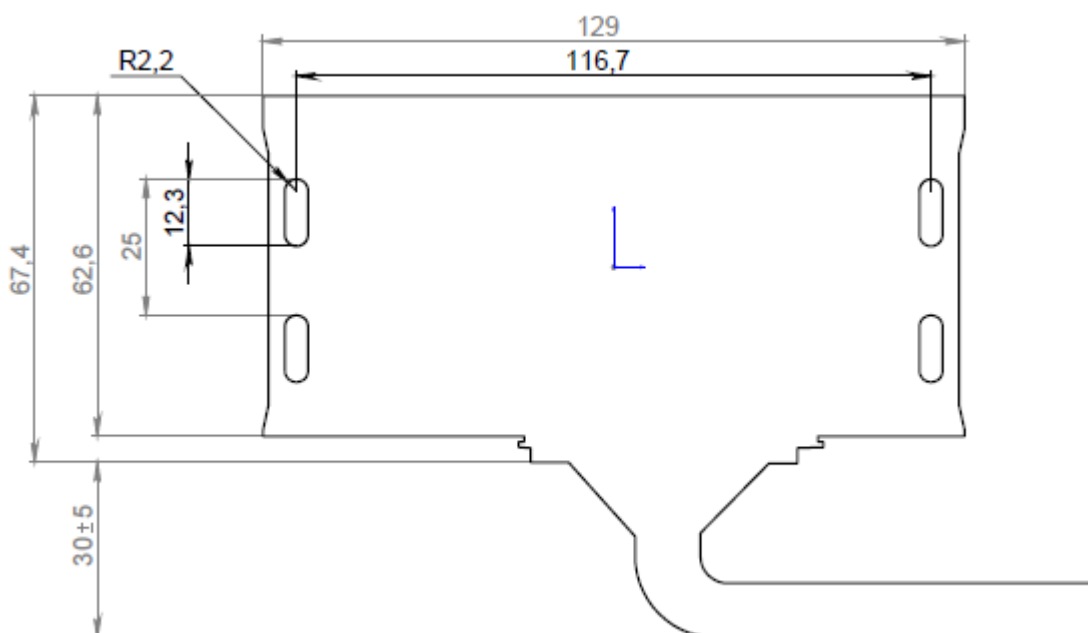

Рисунок 4.4 Установочные размеры терминала FORT-114S
1. Место установки терминала должно быть выбрано, исходя из его габаритных ($129 \times 63 \times 32 \text{ мм}$) и установочных (см. рисунок 4.4) размеров, а также с учетом обеспечения требуемого пространства для удобного подключения разъемов.